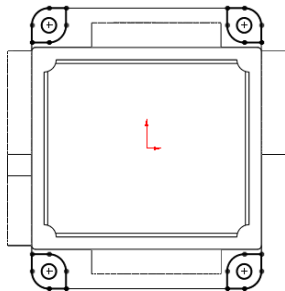

图 16-36 绘制草图
- 14 单击【草图】选项卡中的【3 点圆弧】按钮和【直线】按钮，绘制草图，如图 16-36 所示。